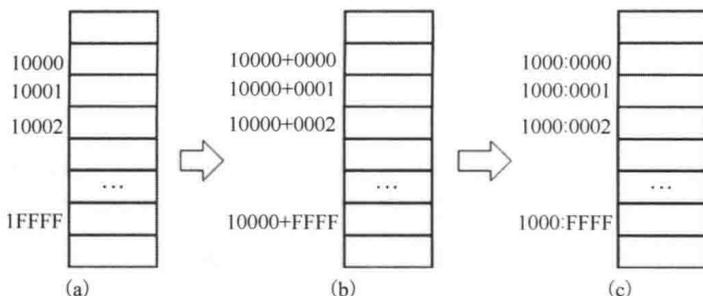

图 2-12 物理地址到逻辑地址的演化过程
① 物理地址。物理地址指存储器的绝对地址。在 8086 中，物理地址是 20 位的，直接对应 CPU 的地址线第 0~19 位，因此物理地址是 CPU 访问存储器的实际寻址地址，即存储单元对应 20 位的物理地址，其物理地址分布为 00000H~FFFFFFH。
② 逻辑地址。图 2-12 清晰给出了物理地址到逻辑地址的演化过程。
图 2-12 (a) 是内存中的某一段，物理地址为 10000H~1FFFFH，段的首地址为 10000H。由于 8086 对段的规定，低 4 位默认为 0H（十六进制），高 16 位的 1000H 为段基址。段基址通常存在段寄存器中。其实，规定段首地址最低 4 为 0 的重要原因是段寄存器是 16 位的。而从段寄存器内容通过低位补 0 就可以直接得到段首地址。
图 2-12 (b) 是图 2-12 (a) 的另一种表示，把每个内存单元地址用段首地址和一个 16 位的地址之和来表示，这 16 位地址就是偏移地址。偏移地址即目标地址和段首地址之间的距离，或目标地址和段首地址之间的差值。比如，目标地址是 10002H 的内存单元，其偏移地址为 10002H-10000H=0002H。**注意：**由于目标地址是一个段的段内单元地址，因此其偏移地址最大不可能超过 16 位，这样段内的偏移地址分布就是 0000H~FFFFH。
图 2-12 (c) 是图 2-12 (b) 的另一种表示法。既然段首地址最低 4 位为 0，没有其他什么信息量，因此段首地址可以用 16 位的段基址表示，图 2-12 (b) 中的加号用冒号代替，因此图 2-12 (c) 所示段的第 2 号单元的地址表示为 1000H:0002H，显然它与该单元的物理地址 10002H 之间的关系是 1000H×10H+0002H。这里的 10H 为十进制数 16，表示 1000H 低位补 4 个二进制 0。